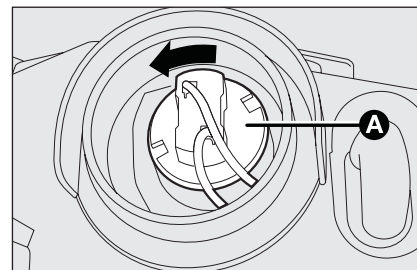

fig. 22
- ruotare in senso antiorario il portalampade **A-fig. 22** e sfilarlo;